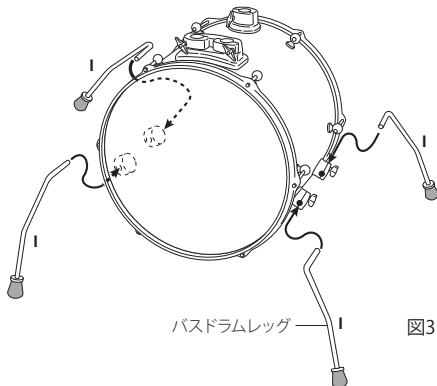

図3
バスドラム用レッグ (I) を、4 箇所のブラケットに差し込みウィングボルトで固定します。必要に応じてスパイク（剣先）を出してください。その際、床に傷が付きまますので、あらかじめ厚手のカーペット等を敷いてからセッティングすることをお勧めします (図3)。